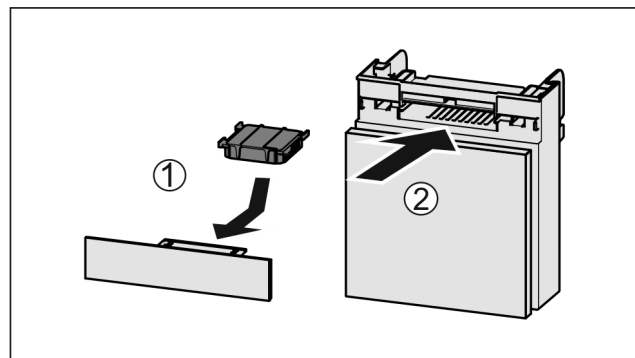

Fig. 177
- Вставити фільтр з активованого вугілля за малюнком Fig. 177 (1).
- Вставити відділення Fig. 177 (2).